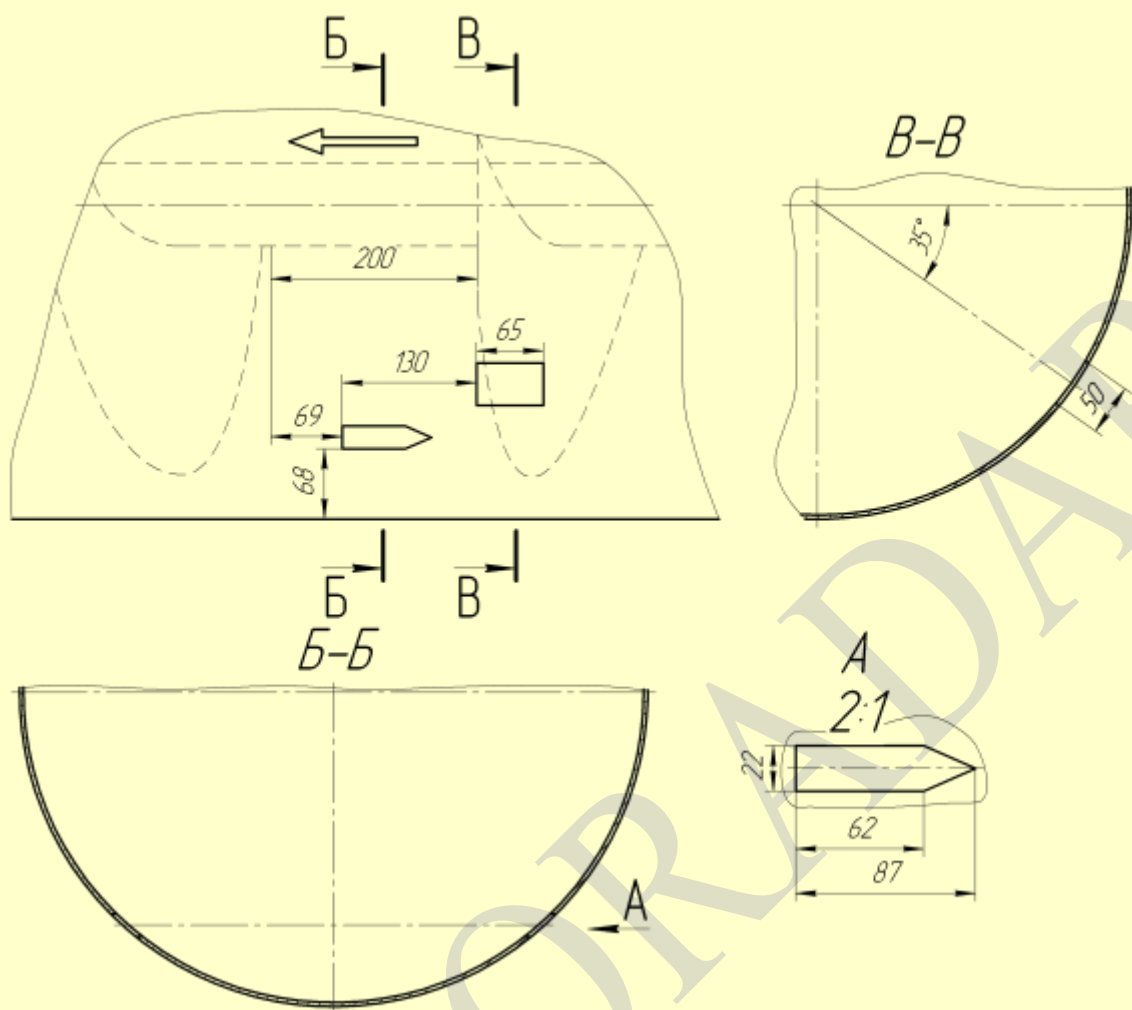

Рис. 3.1. Подготовка шнекового транспортёра. Стрелкой указано направление движения
3.4.1. Подготовка шнекового транспортёра осуществляется в соответствии с рис. 3.1 и
В месте, выбранном для установки блока сенсоров, срежьте лопасти шнека на длине 200 мм как показано на рис. 3.1.
Выполните в с двух сторон кожуха транспортёра отверстия для блока генератора и блока детектора. Отверстия располагаются горизонтально, соосно друг с другом. Расположение и размер отверстий показано на рис. 3.1.
Расположение отверстия показано на рис. 3.1.